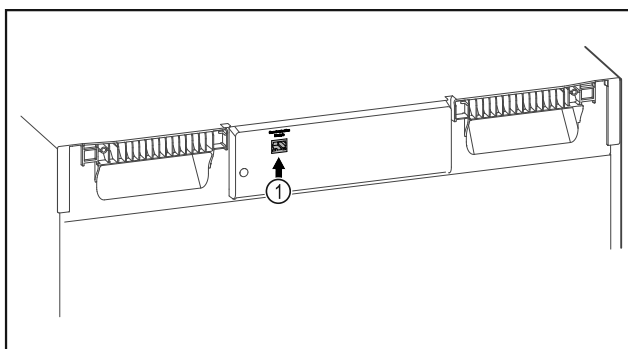

Fig. 145
- ☐ Je používán SmartModule Fig. 145 (1).